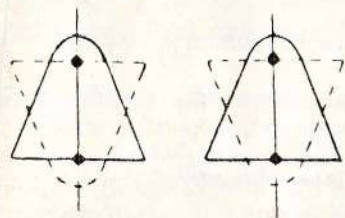

Рис. 10.1
10.1.5. Установите стойку с контр-отражателем. Вращая гайку 166, опустите стойку 160 с контр-отражателем. Переместите оправу 161 с контр-отражателем влево до упора и зажмите винт 167. Перемещайте стойку с контр-отражателем вращением регулировочных маховичков до совпадения плоскости среза контр-отражателя с центром лампы. Включите лампу и, перемещая контр-отражатель в вертикальном, горизонтальном и осевом направлениях, добейтесь на контрольном экране совпадения двух прямых изображений разряда лампы с изображениями, даваемыми контр-отражателем (см. рис. 10.1, пунктирный контур). Изображения, даваемые контр-отражателем, менее яркие и четкие.